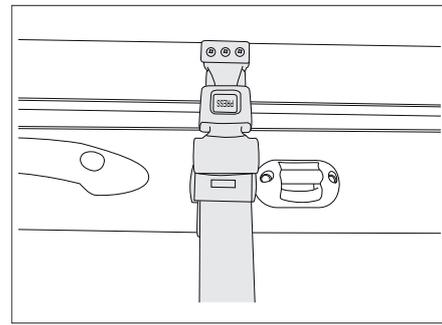

Fig. 160 Cintura di ritegno letto basculante, manuale
- Assicurare il letto basculante al soffitto mediante la cintura di ritegno (Fig. 160).